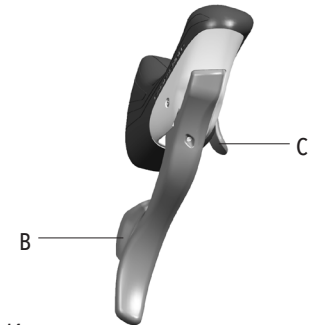

Abb.14
- Der Fingerhebel B (Abb. 14) am rechten Schalthebel wirkt auf das Schaltwerk und lässt die Kette auf das höhere Ritzel steigen.
- Der Fingerhebel C (Abb. 14) am rechten Schalthebel wirkt auf das Schaltwerk und lässt die Kette auf das kleinere Ritzel absteigen.
- Der Hebel B oder C (Abb. 14) des rechten Schalthebels kann gedrückt gehalten werden, um das Schaltwerk um mehrere Ritzel auf- oder absteigen zu lassen.